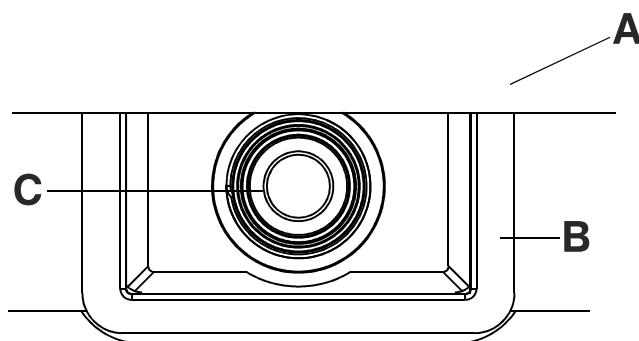
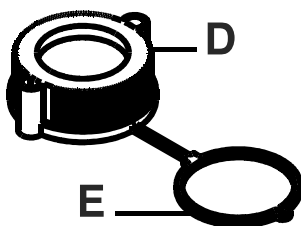

Abbildung 3-7: Luftanschlussbox und Ventilkörper
Abbildung 3-8: Deckel und Halteleine
2. Den Ventilkörper (C) und nach außen ziehen, sodass die Luftanschlussbox (B) über die Auflagenabdeckung hervorsteht (A) (Abbildung 3-7 auf Seite 3-21).
3. Die Halteleine (E) (Abbildung 3-8 auf Seite 3-22) über den Ventilkörper (C) drücken (Abbildung 3-7 auf Seite 3-21). Die Halteleine (E) im Uhrzeigersinn drehen, bis sie das Gewinde am Ventilkörper passiert hat (C).
4. Darauf achten, dass der Deckel (D) (Abbildung 3-8 auf Seite 3-22) sich auf den Ventilkörper (C) schrauben lässt (Abbildung 3-7 auf Seite 3-21).
5. Die Luftanschlussbox (B) wieder in die Betaaufgabe drücken.